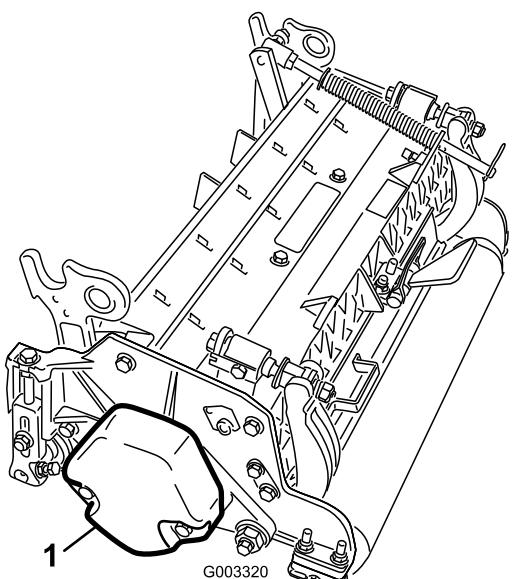

Figura 6
2. Togliete il contrappeso (Figura 6).